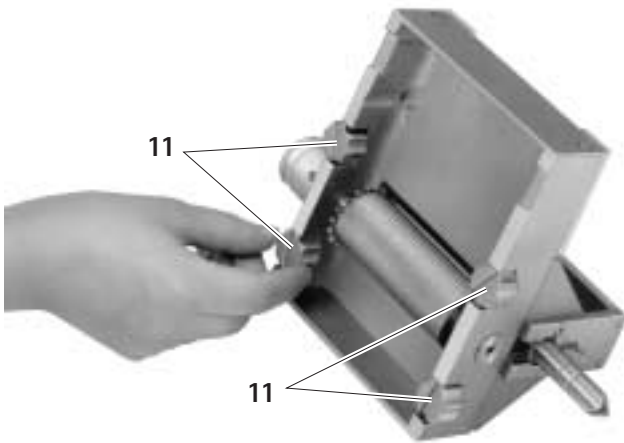

Fig. 1
- Retourner l'outil de coupe **4** de manière à ce que les quatre vis **11** soient visibles, voir Fig. 1.